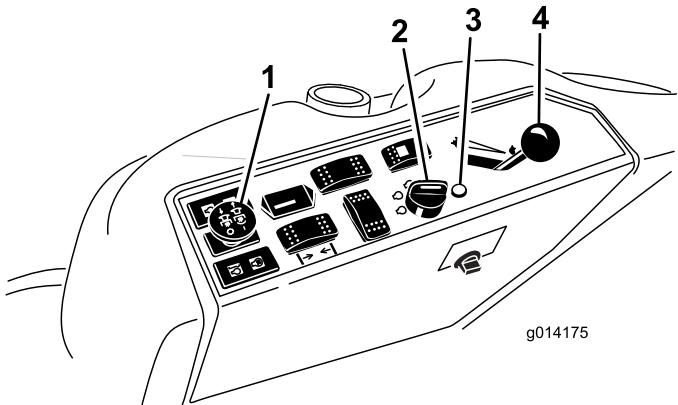

Рисунок 9
4. Переведите выключатель механизма отбора мощности в положение ВЫКЛ. (Рисунок 9).
5. Сдвиньте рычаг дроссельной заслонки в среднее положение между Slow ("Медленно") и Fast ("Быстро") (Рисунок 9).